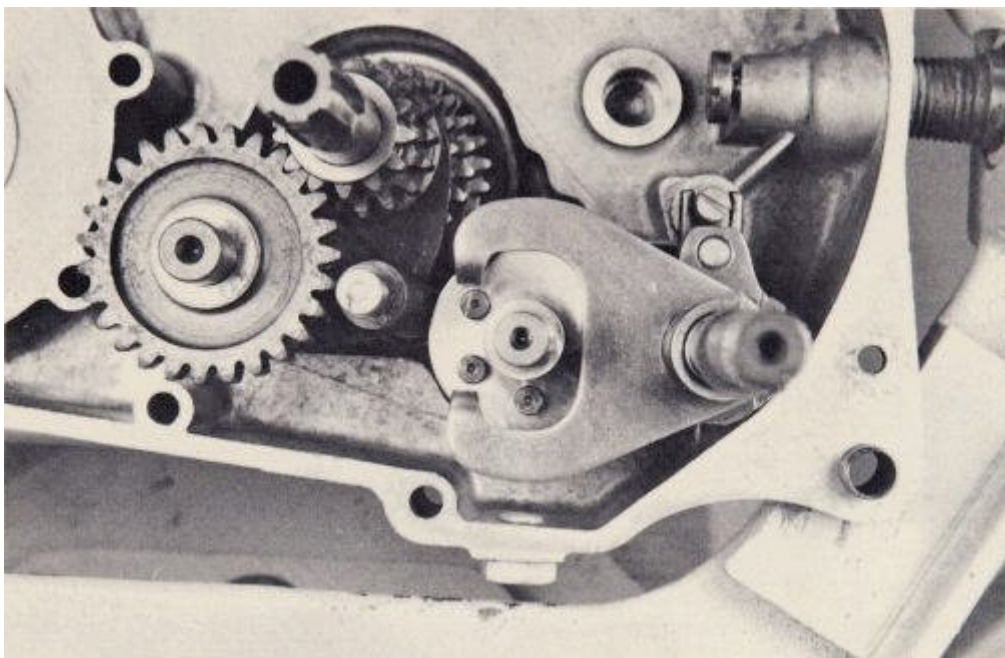

FIG. 60
36. Cuando aún estaba en 2^a velocidad, y con el conjunto de retén todavía en su lugar, instale el mecanismo del eje selector, empujando con firmeza hasta que esté totalmente asentado, y el muelle de retorno está en el anclaje alfiler. Tome en cuenta que hay dos turnos de tambor selector de alfileres entre las puntas del trinquete selector. Cada uno de estos dos pines debe ser una distancia igual distancia de las puntas de los trinquete (Fig. 60). Si no es así, al final del muelle de retorno de selección tendrá que ser ligeramente doblados hasta que estos pines se centran entre las puntas de los trinquetes. Si tiene que doblar la primavera, estar seguros de que después de que se dobla, los extremos siguen siendo un buen ajuste en el anclaje alfiler.